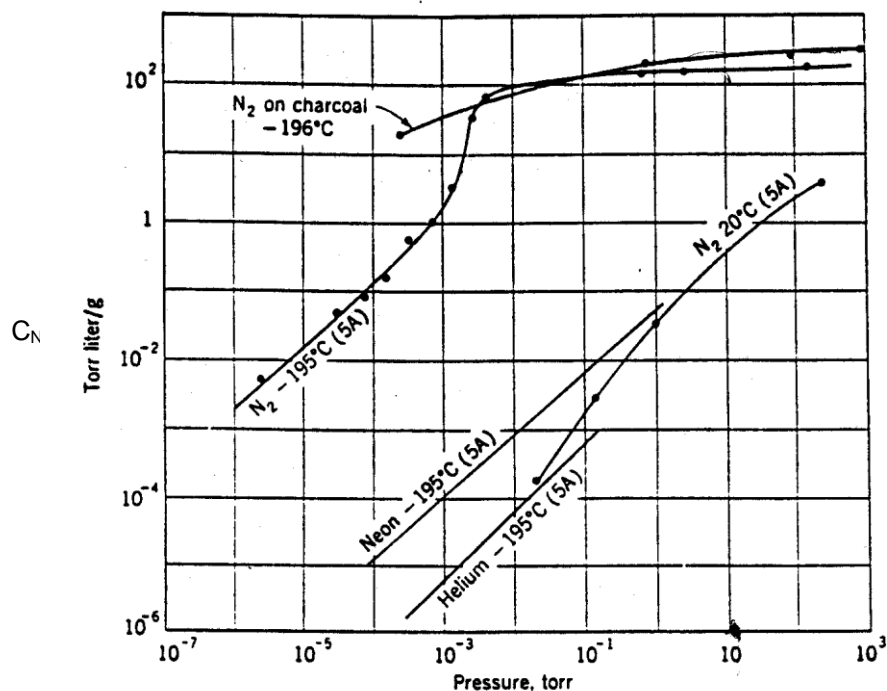

Figura 1. Isotermas de adsorção para N_2 , Ne e He adsorvidos em zeolite artificial (Linde tipo 5A) e para N_2 em carvão ativado
Certas substâncias, como as zeolitas e carvão, têm uma superfície interna muito grande, e por isso são muito úteis no bombeamento criogênico (ou em temperatura ambiente) de gases. Alguns tipos de zeolitas e de carvões minerais ou vegetais chegam a ter centenas de metros quadrados de área interna por grama. A propriedade adsorvente de um determinado material é caracterizada por sua isoterma de adsorção, que fornece, para uma dada temperatura de adsorção, a relação entre pressão e quantidade do gás adsorvida. Frequentemente, essa quantidade é expressa em Torr.litro/grama (nas CNTP) de adsorvente (ver figura 1), que chamaremos de C_N .
A figura 1 mostra exemplos de isotermas de adsorção para alguns gases adsorvidos em zeolite e em carvão ativado.
obter assim outros pontos da isoterma. Com as variações de pressão medidas, utilizando a equação de estado dos gases ideais, calcula-se a quantidade de gás adsorvida que está em equilíbrio com a fase gasosa a pressão medida. **Este par N x P é um ponto da isoterma de adsorção da substância na temperatura do nitrogênio líquido (-196°C).** A partir de N obtenha um parâmetro mais usado, o qual denotaremos por C_N dado em unidades de [pressão]x[volume]/[massa], (veja figura 1), que é obtido, usando-se a equação dos gases ideais, através da razão $P.V/m$, onde P = pressão atmosférica, V o volume que as moléculas adsorvidas ocupariam nas CNTP e m a massa do adsorvente. Demonstre que:
Lembrando que no gráfico da isoterma apresentado no início deste roteiro (figura 1) a quantidade de gás é dada em termos de Torr.litro/grama (nas condições normais de temperatura e pressão - CNTP), para se comparar os dados experimentais com os obtidos aqui deve-se usar o volume a 0°C. Esse procedimento deve ser feito com a zeolita e com uma amostra de carvão. Com os dados de saturação, e sabendo que o diâmetro da molécula de N_2 é 3,7 Å, calcule a área interna por unidade de massa para cada amostra assumindo que a superfície interna do adsorvedor está saturada com uma monocamada de gás. Faça uma análise crítica indicando possíveis causas de discrepâncias com os dados da literatura.
- 3) Curva da isoterma $C_N \times P_{eq}$ (ver figura 1) para carvão e zeolita. Compare seus resultados com os das curvas fornecidas no início do roteiro.